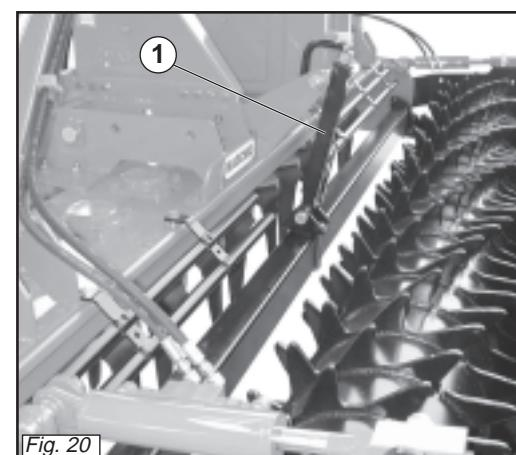

Fig. 20
La barra posteriore (Fig. 20) ha lo scopo di affinare il terreno prima del passaggio del rullo. In presenza della barra posteriore è consigliabile iniziare il lavoro con la barra in posizione alta regolandola successivamente alla posizione desiderata.
*The rear bar (Fig. 20) refines the soil before the roller passes.*
Der Heckbalken (Abb. 20) hat die Aufgabe, den Boden vor dem Walzen zu zerkrümeln. Wenn der Heckbalken montiert ist, sollte man die Arbeit mit dem Balken in der oberen Position beginnen, um ihn dann anschließend auf die gewünschte Position einzustellen. Die Regulierung der Arbeitsposition des Balkens erfolgt mit einem zentralen hydraulischen Zylin-
*La barre arrière (Fig. 20) sert à affiner le terrain avant le passage du rouleau.*
La barra posterior (Fig. 20) tiene como finalidad la de afinar el terreno antes del pasaje del rodillo. Si está prevista la barra posterior es aconsejable iniciar el trabajo con la barra en posición alta, regulándola sucesivamente en la posición deseada. Para regular la posición de tra-
Per regolare la posizione di lavoro della barra, agire sul martinetto (1 Fig 20) posto al centro, facendo riferimento alla scala centimetrata opportunamente posizionata ai supporti della barra posteriore. È consigliabile effettuare le regolazioni mantenendo quanto più possibile la barra livellatrice allineata.
To adjust the work position of the bar, use the central jack (1 Fig. 20), with reference to the graduated scale on the rear bar supports.
der (1 Abb. 20) an den Seiten oder auf den Arretierbügeln. Dabei ist Bezug auf einen Hundertstelskala zu nehmen, die sich an den Trägern des Heckbalkens befindet. Die Einstellung sollte so vorgenommen werden, daß der Schleppbalken.
Réglez la position de travail de la barre au moyen du vérin centrale (1 Fig. 20) ou des pattes de blocage; rapportez-vous à l'échelle en centimètres qui se trouve sur les supports de la barre arrière. Effectuez le réglage en laissant la barre de nivellation alignée.
abajo de la barra, operar con el gato central (1 Fig. 20), tomando como referencia la escala posicionada en los soportes de la barra posterior. Aconsejamos efectuar las regulaciones manteniendo la barra niveladora lo más alineada.